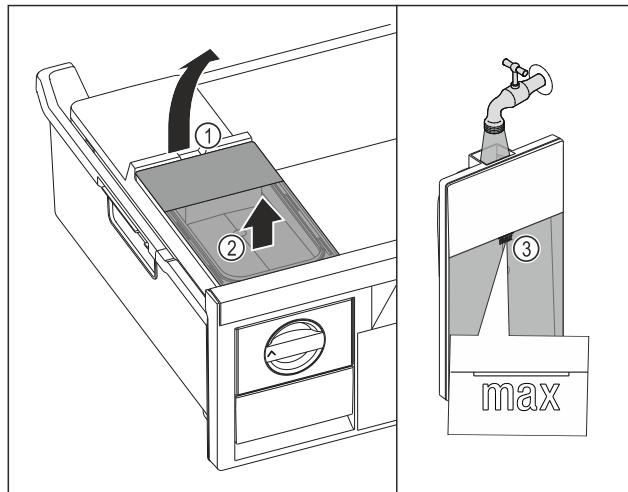

Fig. 128
- Поднимите бак для воды за выемку Fig. 128 (1).
- Извлеките бак для воды движением вверх. Fig. 128 (2)
- Наполните бак для воды питьевой водой до отметки Fig. 128 (3).